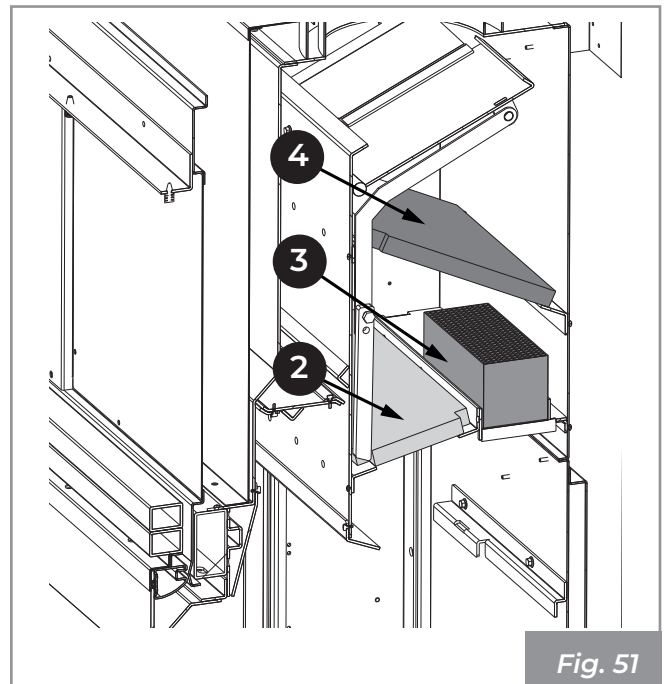

Fig. 51
- 6) Sfilare ed estrarre nell'ordine i pannelli (2), i due O2RING (3) ed i pannelli (4) (Fig. 51).